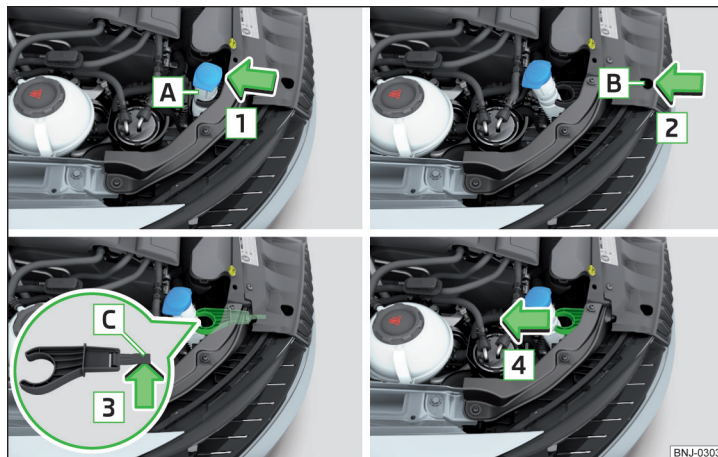

Fig. 297 Retirar el soporte del depósito del agua de lavado
- Aflojar los soportes del depósito **A** del soporte en la dirección de la flecha **1** » **fig. 297**.
- » Deslizar hacia dentro el soporte del depósito en contra del sentido de la flecha **4** » fig. 297.